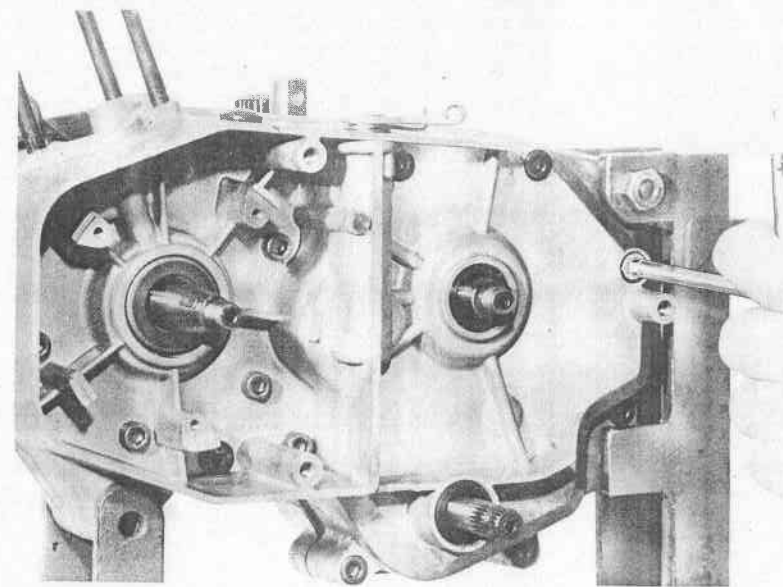

Fig. 18 - Smontaggio viti fissaggio semicarters
- Togliere le viti di unione dei due semicarters, dalla parte semicarter lato volano (fig. 18).